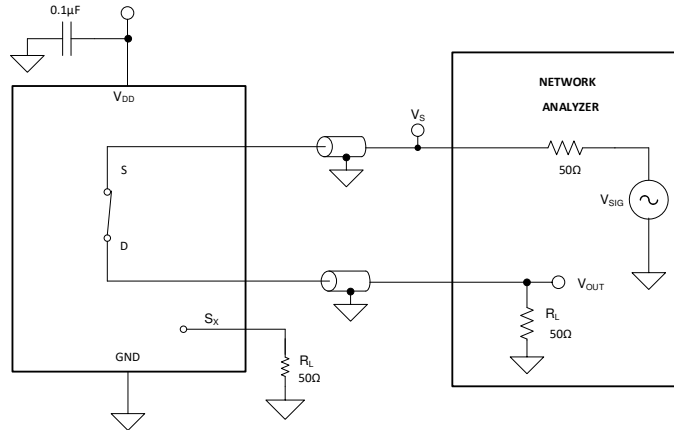

图 7-10. 带宽测量设置
带宽定义为当输入施加到开启通道的源极引脚 (Sx) 且输出在器件的漏极引脚 (D) 处测量时衰减小于 3dB 的频率范围。图 7-10 展示了用于测量带宽的设置。